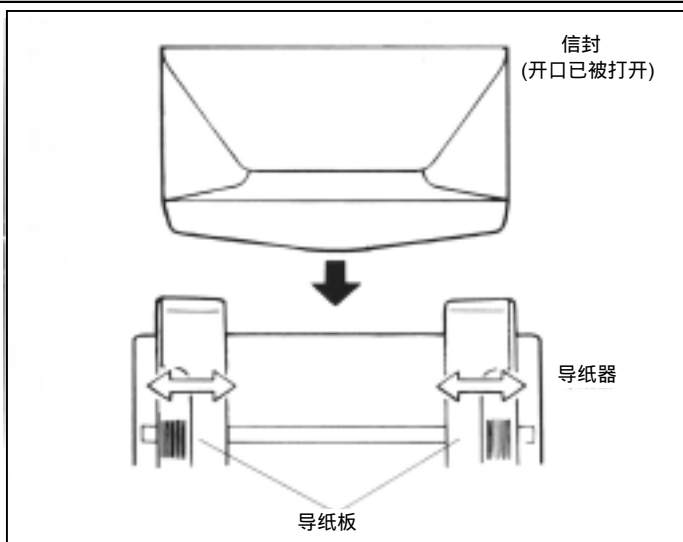

图 3-10 调节打印信封时的导纸板
5. 设定导纸板的左端位置，见图 3-10。装入信封，并根据信封宽度调整导纸板右端的位置。最后，暂时取下信封。
7. 先装入信封前部，正面向下，沿导纸板把信封开口端插入，见图 3-10。向下轻轻把信封推入，确保信封处于平整位置。